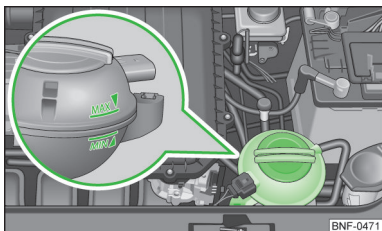

Fig. 108
Pentru completare, vă recomandăm să utilizați numai antigetul a cărui denumire o găsiți pe vasul de expansiune al lichidului de răcire » fig. 108 la pagina 129.
- Nu adăugați lichid de răcire deasupra marcaplului  » fig. 108 la pagina 129.
- Verificați nivelul lichidului de răcire la vasul de expansiune al lichidului » fig. 108. Când motorul este rece, nivelul lichidului de răcire trebuie să se afle între marcasele „MIN” și „MAX”. Când motorul este cald, nivelul lichidului de răcire poate fi și puțin peste marcajul „MAX”.
- Aplicați o lavetă pe capacul vasului de expansiune a lichidului de răcire » fig. 108 la pagina 129 și deșurubați **cu grijă** capacul.
Nu adăugați lichid de răcire deasupra marcajului „MAX” » fig. 108 la pagina 129! La încălzire, surplusul de lichid de răcire este împins din sistemul de răcire prin suprafața de suprapresiune din capacul vasului de expansiune.